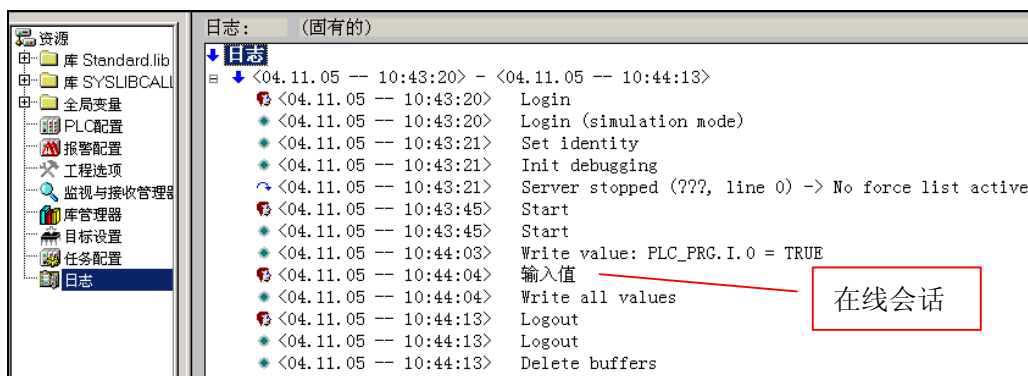

图 9-2-12 日志列表
- 选中“激活日志”，在工程中启用日志记录功能，显示日志列表，如图 9-2-12 所示。在日志中分别记录了登录、运行、初始化、输入值、退出和清除缓存区等一系列用户动作、状态变化或内部动作。
- “日志”窗口在“离线”和“在线”两种模式下均可使用。图 9-2-12 所示为一个在离线仿真模式下产生的日志列表。